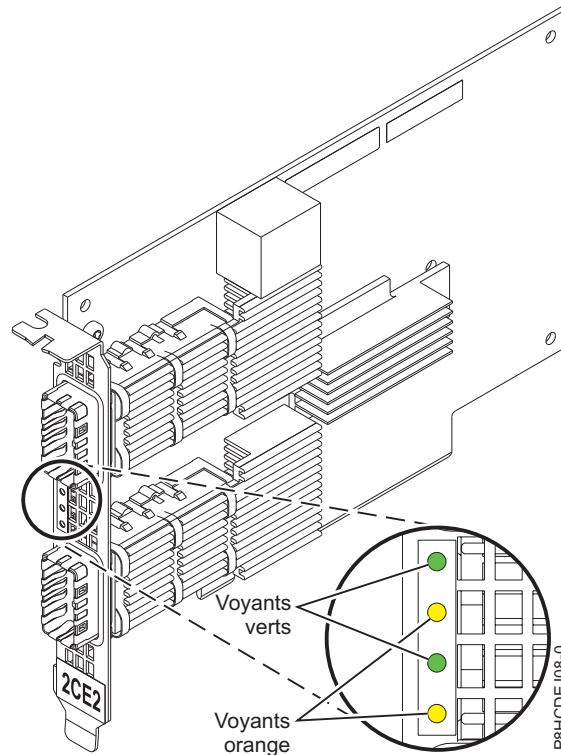

Figure 71. adaptateur de câble PCIe3 FC EJ08
La figure 71, à la page 222 présente l'adaptateur.
**Remarque :** Les voyants représentés à la figure 71 indiquent les états suivants :